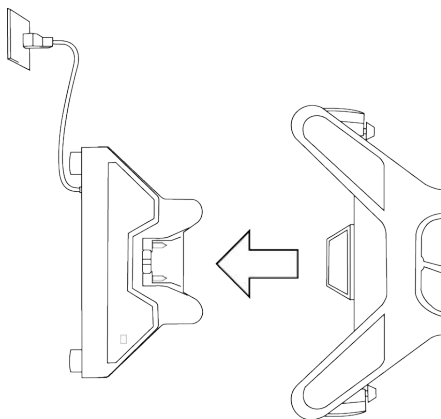

図 2 スタンドをドックに向けて移動し接続します。(ユニバーサルスタンド (H) の例)
- ❖ スタンドの背面を壁に向けて押し、ドックに接続します。図 2 を参照してください。